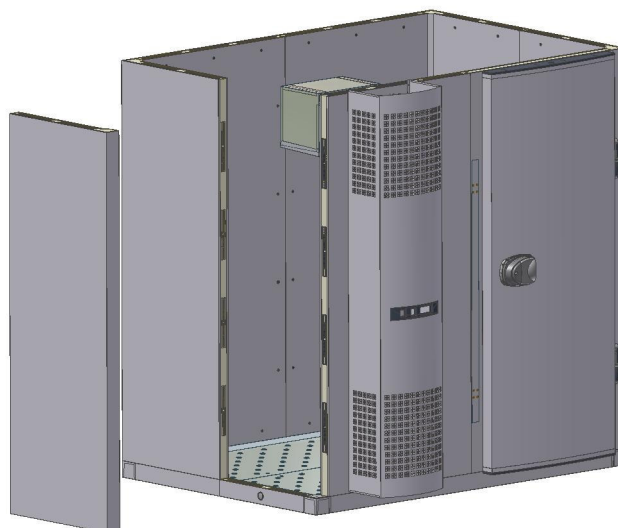

Fig. 5
- Les panneaux verticaux (y compris le panneau du bâti de porte et le panneau du groupe) doivent être montés de façon à ce que le dernier, soit un panneau d'angle (Fig. 5).